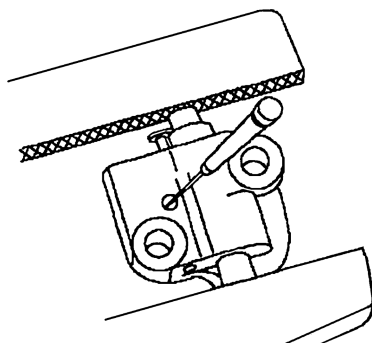

图 11-35 释放张紧器棘爪
23) 用合适的工具, 把右侧正时链条张紧器的棘爪锁止机构从棘爪上移开, 如图 11-35 所示。